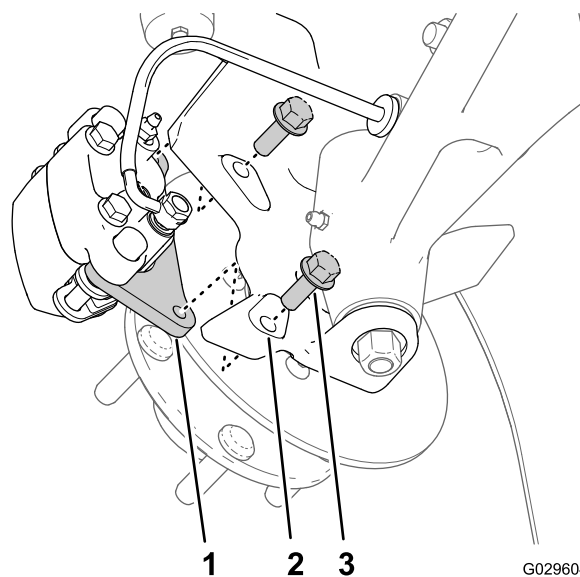
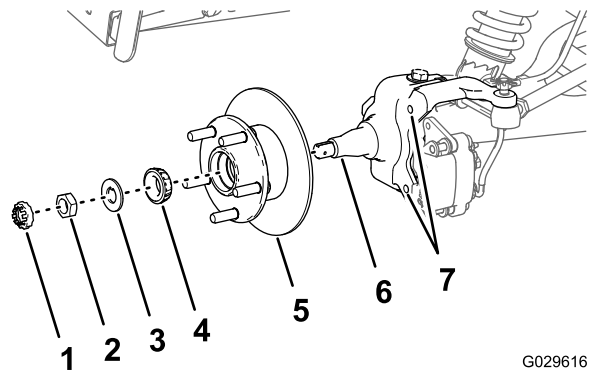

Figure 27
Figure 31
3. Retirez les 2 boulons à embase (3/8 x 1 po) qui fixent le support du frein à la fusée et séparez le frein de la fusée (Figure 27).
1. Appliquez une fine couche de la graisse spécifiée sur la fusée (Figure 31).
2. Montez le moyeu et le rotor sur la fusée en plaçant le rotor à l'intérieur (Figure 31).
3. Montez le roulement extérieur sur la fusée et poussez le roulement contre la bague (Figure 31).
4. Montez la rondelle-frein à languette sur la fusée (Figure 31).
5. Vissez l'écrou de fusée sur la fusée et serrez-le tout en tournant le moyeu (Figure 31).
2. Alignez les plaquettes de frein de chaque côté du rotor (Figure 27) et alignez également les trous dans le support d'étrier et les de fixation du frein sur le porte-fusée (Figure 31).
3. Fixez le support d'étrier au porte-fusée (Figure 27) à l'aide de 2 boulons à embase (3/8 x 1 po) serrés à un couple de 47 à 54 N·cm.